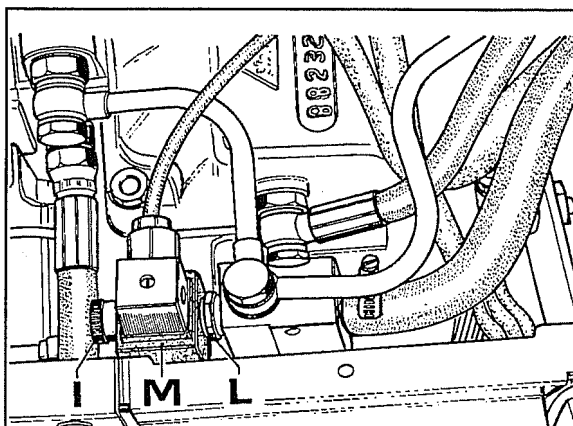

Fig. 19
1. Desapertar a rosca **I** fig.19 para consentir a deslocação da bobina **M** até que seja possível desapertar com a chave a porca **L** fig.19 do solenóide e a seguir desatarraxar e retirar o grupo. A figura 20 mostra em detalhe os componentes do solenóide que devem ser lavados, soprados e oleados com óleo do mesmo tipo, antes de serem montados.
- a. Montar novamente a bobina **M** fig.19 no solenóide.